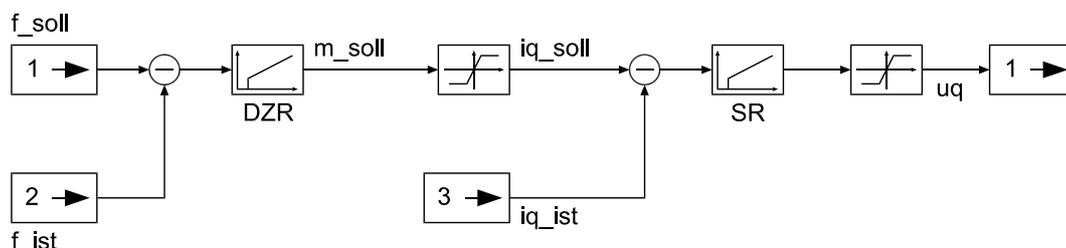

Abbildung 6.3
10. Das dynamische Verhalten des Antriebes hängt sehr stark von der Einstellung der Regler ab. Die Applikation „50 – **SLV**[®]-Drehzahlregelung“ besitzt neben dem Stromregler auch noch einen Drehzahlregler (siehe Abbildung 6.3). Während der Stromregler bereits mittels Autotuning-Funktion abgeglichen wurde, muss das für den Drehzahlregler manuell erfolgen. Die Anpassung des Drehzahlreglers an die Lastverhältnisse erfolgt über die Parameter **B1 – Verstärkung Drehzahlregler** und **B2 – Nachstellzeit Drehzahlregler**. Die Parameter B1 und B2 müssen schrittweise wechselseitig angepasst werden, bis der Antrieb das gewünschte Verhalten bezüglich Dynamik und Überschwingen zeigt. Prinzipiell lässt sich auch für die **SLV**[®]-Drehzahlregelung mit dem gleichen Verfahren optimieren, das bereits im Abschnitt 6.7.3, „Regler-Optimierung“ beschrieben wurde.